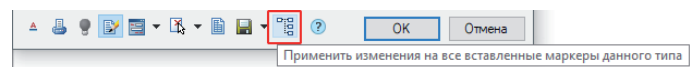

Рис. 54
- Каждый *Универсальный маркер* хранит свою геометрию и свойства. Для обновления всех одинаковых маркеров на чертеже нужно зайти в режим редактирования и нажать кнопку *Применить изменения для всех вставленных маркеров данного типа* (рис. 54).